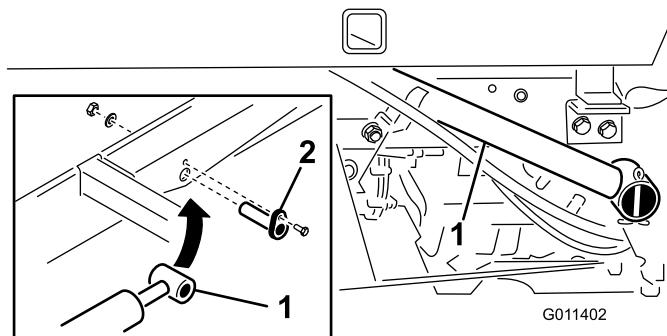

Рисунок 12
- С помощью штифта цилиндра прикрепите конец штока каждого гидроцилиндра подъема к основанию пескователя (Рисунок 12).
- Закрепите каждый штифт гидроцилиндра на основании пескователя с помощью болта ($\frac{1}{4} \times \frac{3}{4}$ дюйма), плоской шайбы и гайки (Рисунок 12).